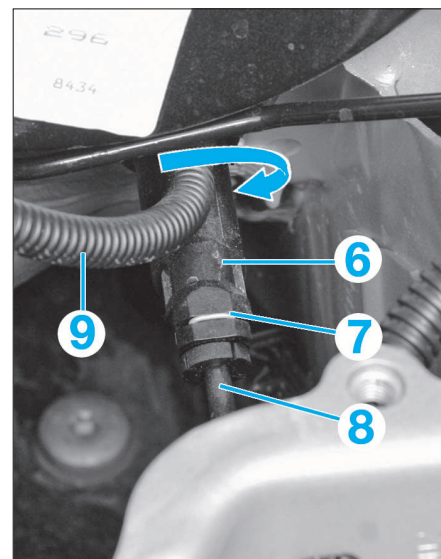

FIG. 4
- Déverrouiller l'agrafe (7) (Fig.4).
- le tuyau (8)
- le tuyau (9).
- Obturer le tuyau (9).
- Déverrouiller le cylindre émetteur d'embrayage (6) par rotation (suivant flèche) puis le déposer.
- Reposer le cylindre émetteur d'embrayage (6) sur le tablier et le verrouiller par rotation (Fig.4).
- les tuyaux (8) et (9) (Fig.4).
- Verrouiller l'agrafe (7).